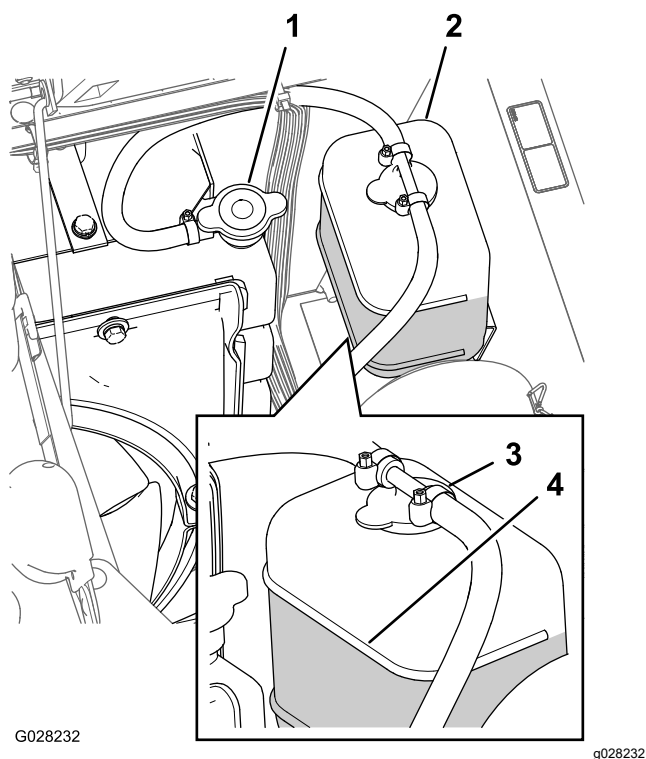

Figura 98
3. Retire cuidadosamente el tapón del radiador y el tapón del depósito de expansión (Figura 98).
Nota: El radiador debe llenarse hasta la parte superior del cuello de llenado, y el depósito de expansión debe llenarse hasta la marca Full (lleno) del depósito (Figura 98).
5. Si el nivel de refrigerante es bajo, retire el tapón del depósito de expansión y el tapón del radiador, y llene el depósito de expansión hasta la marca Lleno y el radiador hasta la parte superior del cuello de llenado. Figura 98
6. Coloque el tapón del radiador y el tapón del depósito de expansión (Figura 98).
2. Espere hasta que se haya enfriado el motor, luego retire el tapón del radiador (Figura 98).
6. Retire el tapón del radiador (Figura 98).
8. Arranque el motor con el tapón del radiador aflojado (Figura 98).
10. Una vez que el refrigerante se ha calentado, añada más refrigerante hasta que el nivel llegue a la superficie sellante del tapón, y apriete el tapón (Figura 98).
11. Abra el tapón del depósito de expansión y llene el depósito con refrigerante hasta el nivel de "Frío" (Figura 98).